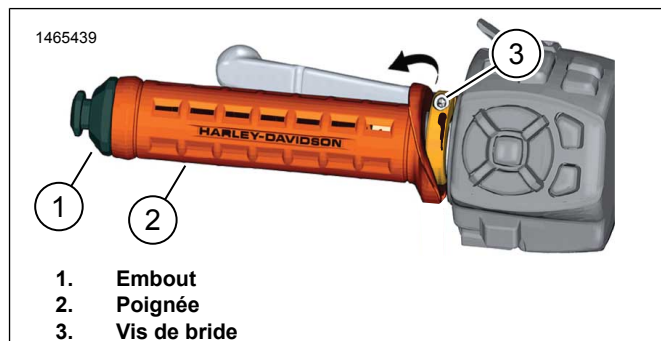

Figure 2. Poignée gauche (typique)
1. Voir la figure 2. Retirer l'embout de poignée (1).
2. Retirer la poignée (2).
- a. Desserrer la vis de blocage (3).
1. Voir la figure 2. Installer la poignée.
- a. Placer la poignée (2) en position.
- b. Serrer la vis du collier (3).